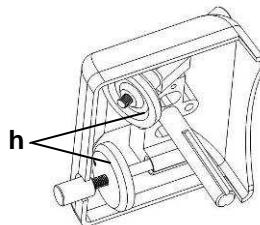

Рис.13
- После окончания заточки протереть точила (h) смоченной в спирте щеточкой для очистки (**рис. 13**).